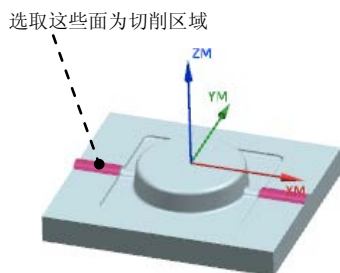

图 8.20 指定切削区域
Step2. 选取图 8.20 所示的面(共 6 个面)为切削区域，在“切削区域”对话框中单击确定按钮。